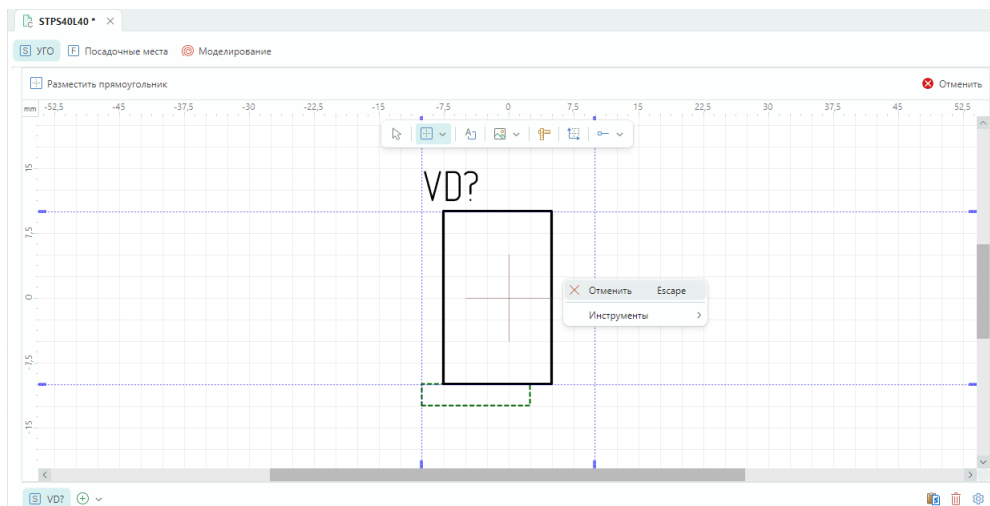

Рис. 18 Выход из инструмента «Разместить прямоугольник»
3. Инструмент «Разместить прямоугольник» остается активен и может быть использован повторно. Для выхода из инструмента нажмите клавишу «Escape» или выберите пункт «Отменить» в контекстном меню, см. Рис. 18.